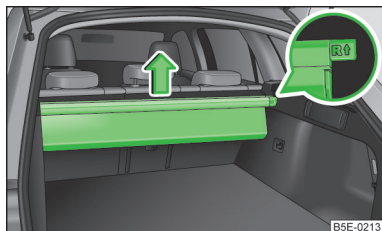

Fig. 94 Retrait de la boîte multifonctionnelle
- Retirez la boîte multifonctionnelle des logements en procédant dans le sens de la flèche » fig. 94.
- Lors de la mise en place, glissez l'extrémité de la baguette identifiée par **R ↑** dans le logement droit et l'extrémité de la baguette identifiée par **L ↓** dans le logement gauche. Les flèches doivent être orientées vers l'avant » fig. 94.